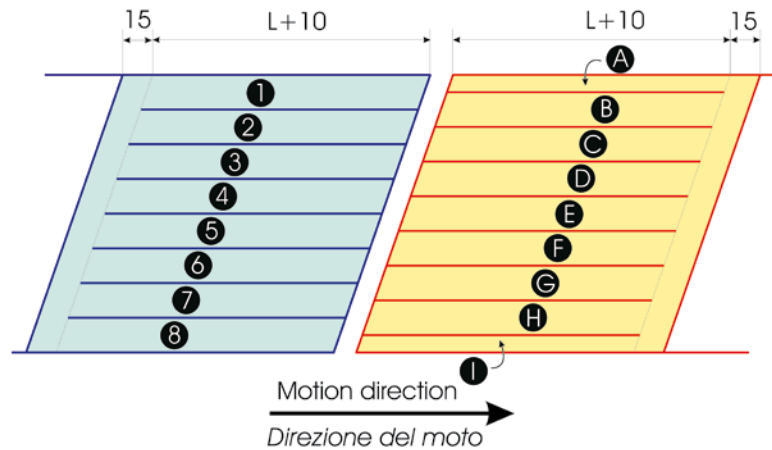

Fig. 1
3. Mark the cutting lines of width  $S$  following the scheme of Fig. 1, making sure that the narrow extremities (A and I) are opposite to the motion; the last couple of strips (A-1-I-8) must be adapted in width according to the belt width;
3. *Disegnare le linee di taglio di larghezza  $S$  seguendo lo schema di Fig. 1 facendo attenzione che le estremità più strette (A ed I) vengano a trovarsi opposte al moto; l'ultima coppia di strisce (A-1-I-8) vanno adattate in larghezza in funzione della larghezza del nastro;*